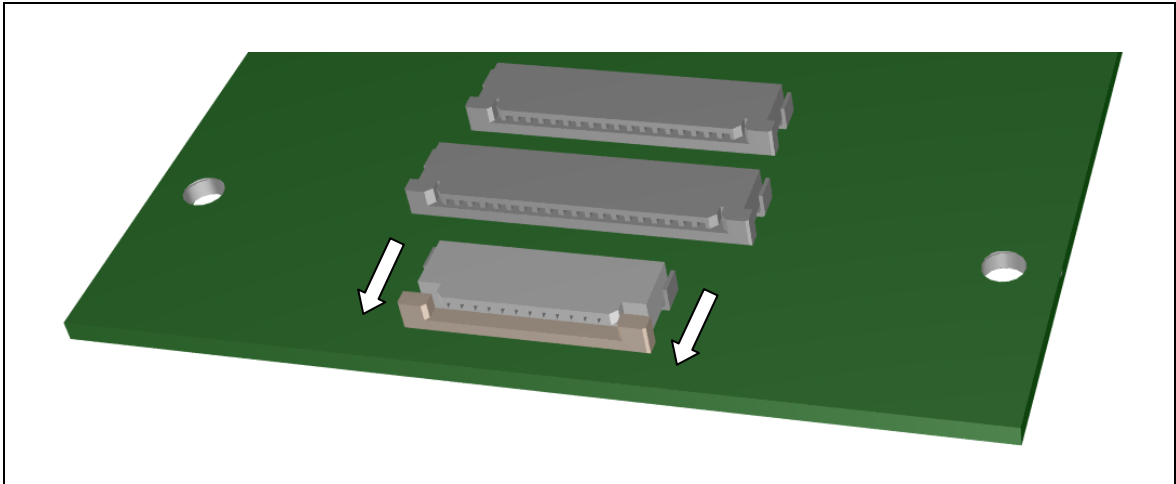

Abbildung 18 Öffnen der Kabelklemme
- 1 Öffnen Sie die Kabelklemme in Pfeilrichtung, siehe Abbildung 18.